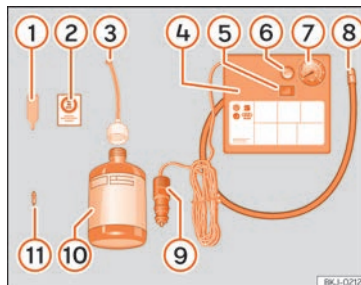

Fig.104 Representación estándar: contenido del kit antipinchazos.
El kit antipinchazos se encuentra en el compartimento del maletero bajo el revestimiento de la superficie de carga. Incluye los siguientes componentes » **fig. 104:**
Vuelva a enroscar el tubo de inflado » fig. 104 ⑧ y compruebe la presión de inflado del neumático en el indicador ⑦.